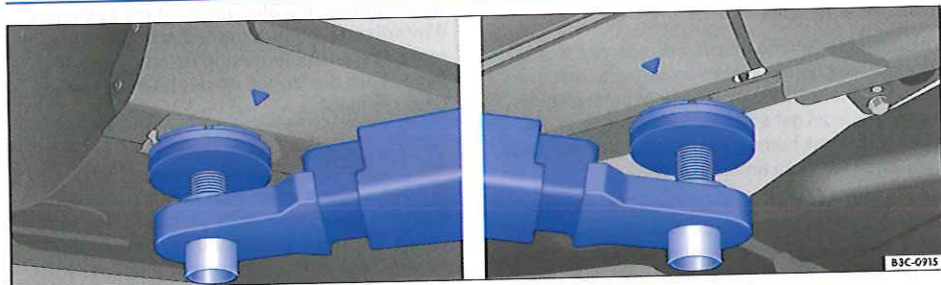
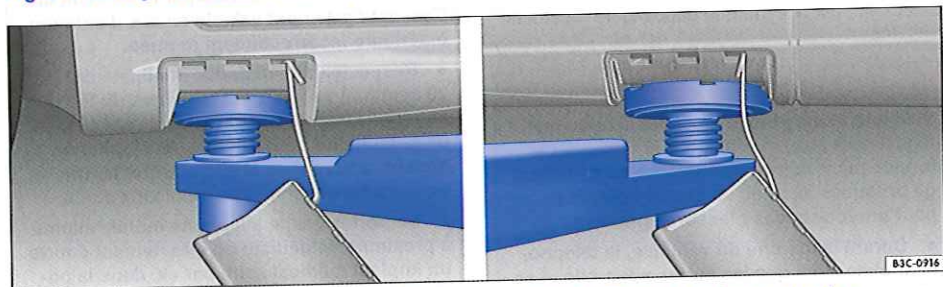

Fig. 241 Levage du véhicule avec un pont élévateur : points de prise sur véhicules sans caches.
Fig. 242 Levage du véhicule avec un pont élévateur : points de prise sur véhicules avec caches.
Le véhicule ne doit être soulevé qu'aux points de prise indiqués sur les figures $\Rightarrow$ fig. 241 et $\Rightarrow$ fig. 242. Si le véhicule n'est pas soulevé aux points de prise indiqués sur les figures, il peut s'ensuivre des dommages sur le véhicule $\Rightarrow$  ainsi que des blessures graves $\Rightarrow$ .
- Ne levez le véhicule que par les points représentés sur les figures $\Rightarrow$ fig. 241 et $\Rightarrow$ fig. 242. Si le véhicule n'est pas soulevé sur les points indiqués, il peut tomber du pont élévateur, par ex. lors de la dépose du moteur ou de la boîte de vitesses.